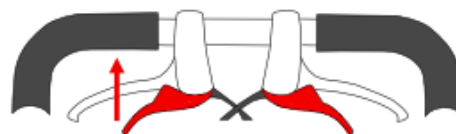

Fig. 2.
- Para desbloquear, pressione as alças inferiores de travagem (Fig. 2).